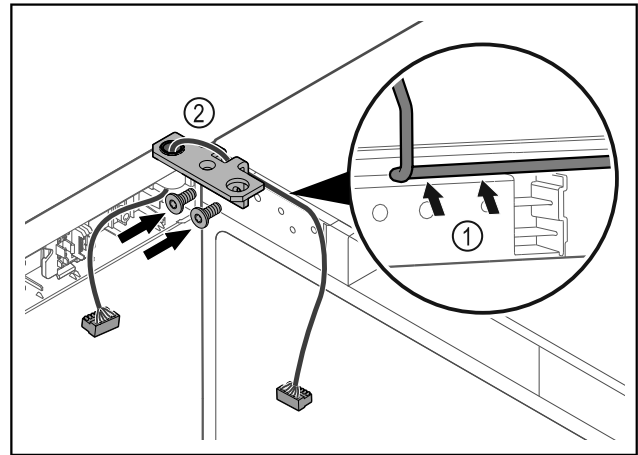

Fig. 61
- ▶ Περάστε το καλώδιο μέσα από το άνοιγμα της γωνίας μεντεσέ και τοποθετήστε το προσεκτικά Fig. 61 (1).
- ▶ Βιδώστε τη γωνία μεντεσέ Fig. 61 (2).